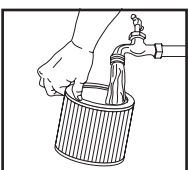

FIGURE 18
24. Ou rincez (depuis l'intérieur du filtre) avec de l'eau. **FIGURE 18.** Laissez sécher complètement (environ 24 heures).